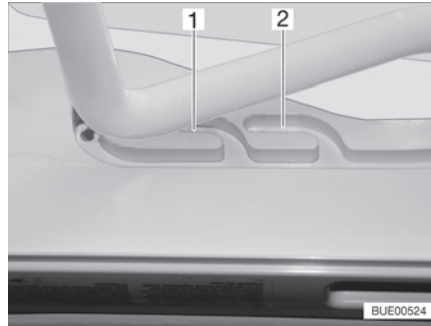
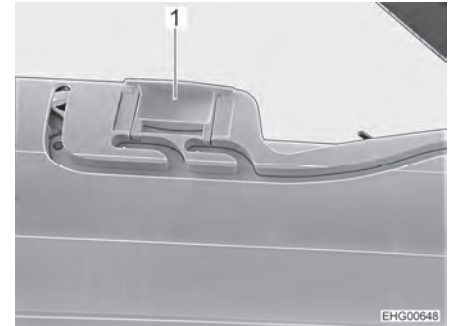

Fig. 31 Guía (posición de ventilación)
Fig. 32 Bloqueo (posición de ventilación)
La claraboya Heki se puede colocar en dos posiciones de ventilación: Posición de mal tiempo (Fig. 31,1) y posición mediana (Fig. 31,2). Según el modelo, la claraboya podrá ser bloqueada en la posición central con los dos pestillos (Fig. 32,1) a la izquierda y la derecha en el marco de la claraboya.
- Presionar el estribo ligeramente hacia arriba y empujarlo en la guía seleccionada (Fig. 31,1 ó 2) y, si fuera necesario, bloquearlo.